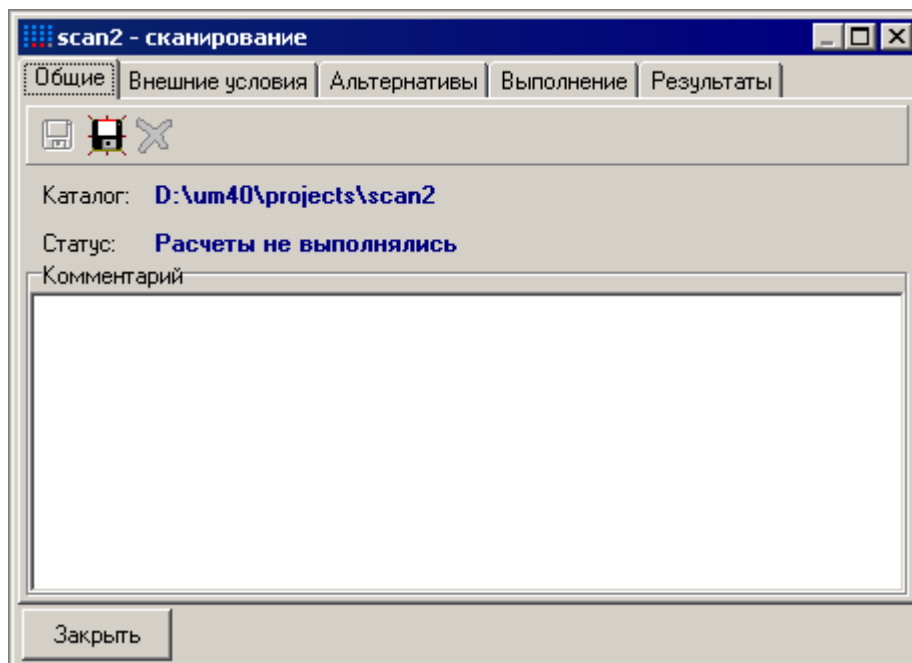

Рис. 2.3. Окно описания проекта сканирования: начало работы
4. Нажмите кнопку **Создать** и после этого появится окно описания проекта сканирования (см. рис. 2.3).